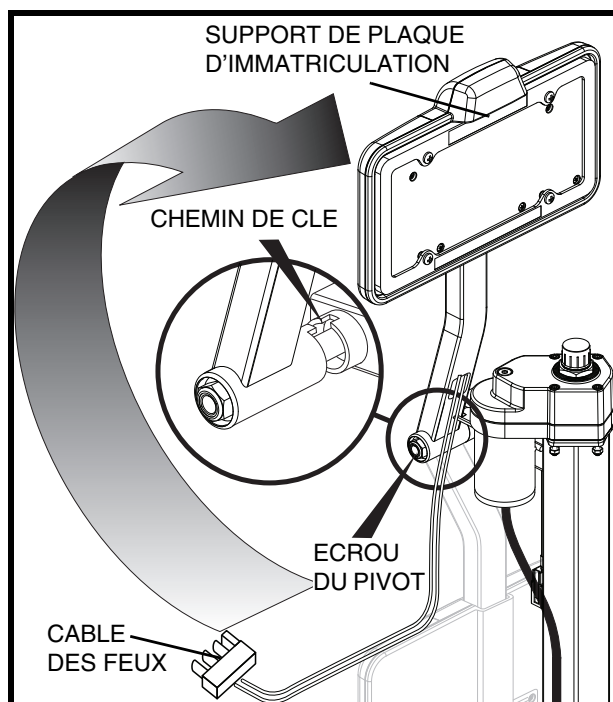

Figure 9. Support de plaque d'immatriculation
Le support de plaque d'immatriculation doit être pivoter vers le haut lors de l'installation. **Voir la figure 9.**
2. Pivotez le support vers la position verticale. Lorsque celui-ci sera bien à la verticale, il se bloquera en place automatiquement. **Voir la figure 9.**